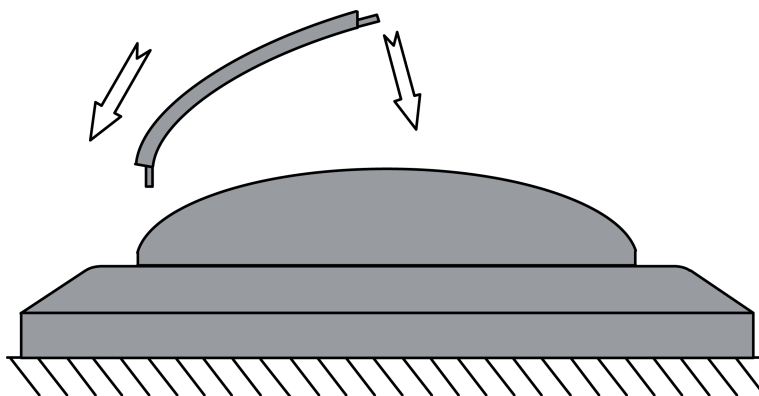

Рисунок 15: Монтаж заслонки 90°
- Монтаж заслонки (рисунок 15). Угол распознавания ок. 90°.